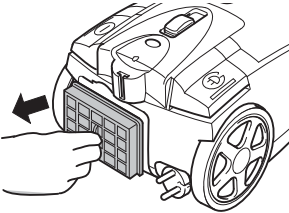

Abb. 26
3. Entnehmen Sie den Ausblasfilter (Abb. 26).